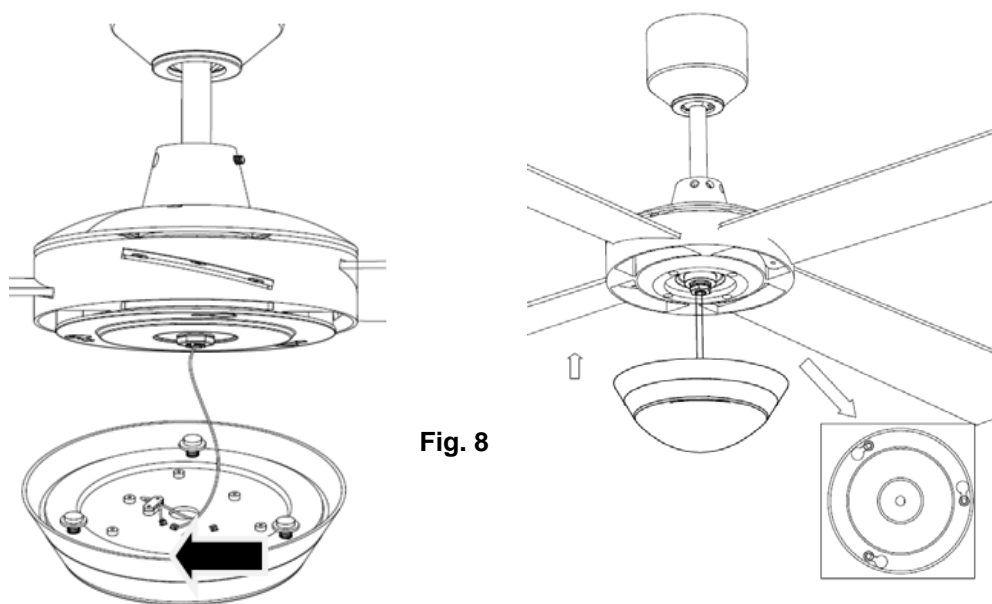

Fig. 8
6. Sollevate il kit della luce LED sulla base della lampada e collegate i cavi elettrici del LED al kit della luce LED tramite i connettori veloci. Quindi premete le viti dell'alloggiamento nelle estremità grandi delle scanalature dei fori, e girate in senso orario il corpo della luce LED fino a che le viti dell'alloggiamento sono fermamente situate nelle estremità strette delle scanalature dei fori. **Fig. 8**